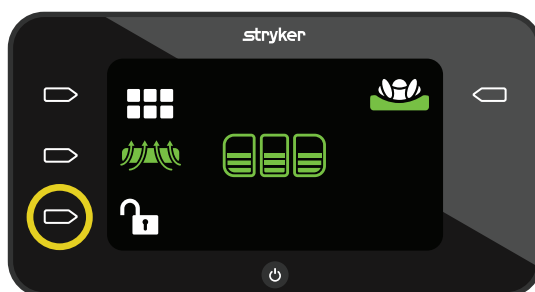

Figur 37 – LAL på
2. Om du vill stänga av LAL, trycker du på **Åtgärd**-knappen bredvid **LAL på**-ikonen (Figur 37).